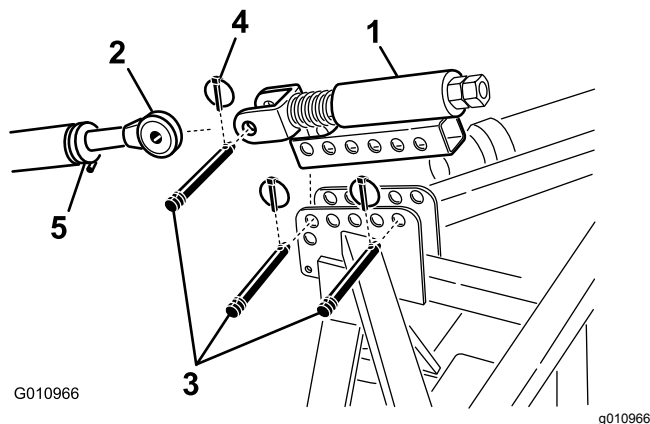

图9
1. 使用 2 个连杆销和保险销将弹簧加载顶部连杆安装到打孔机支架上 图9。
2. 拧松主机上连杆上的锁紧螺母。调节上连杆的长度直至其与打孔机弹簧加载顶部连杆上的柱销对齐 图9。
3. 将主机上连杆连接到弹簧加载顶部连杆上的柱销并用连杆销和保险销将其固定 图9。